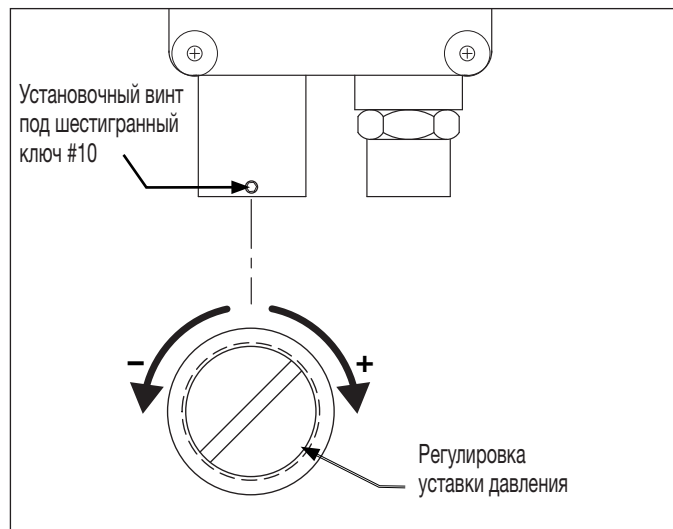

Рисунок 12: Регулировка уставки реле давления
- Ослабьте установочный винт реле давления шестигранным ключом #10. См. рисунок 12.
- Отверткой с плоским жалом вращайте регулировочный винт датчика давления по часовой стрелке, чтобы повысить уставку датчика и против часовой стрелки — чтобы снизить ее. См. рисунок 12. Убедитесь, что на необходимой уставке давления датчик размыкается, и двигатель насоса останавливается.